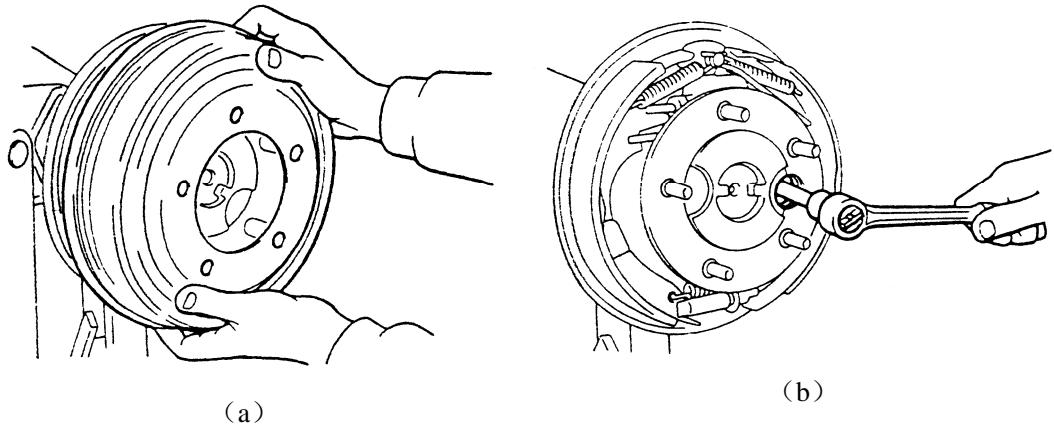

图 4-98 拆卸后半轴
(1) 如图 4-98 (a) 所示, 拆卸轮胎后并取下制动鼓。
(2) 如图 4-98 (b) 所示, 拆卸固定制动底板在轮壳上的底板固定螺母。注意底板固定螺母组装时不能重覆使用。